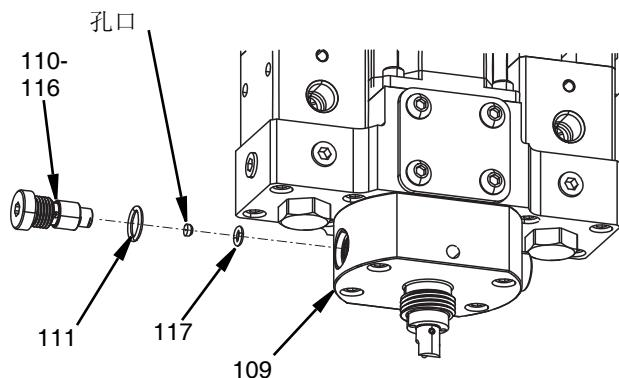

图 29
3. 拆下止回阀和喷口（109）空腔底部的孔口嵌件和 O 形圈（117）垫片。参见图 29